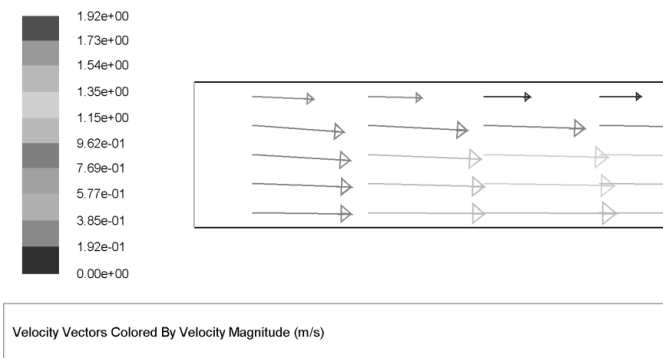

Рис. 1.60
- 4) Приблизить или увеличить изображение можно путем выделения прямоугольной области, зажав среднюю кнопку мыши, и проводя курсором из левого верхнего угла в нижний правый угол, рис. 1.60. Обратная операция позволяет отдалить или уменьшить изображение.